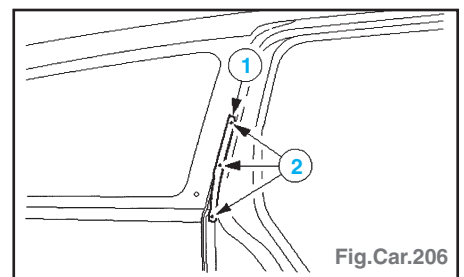

Fig.Car.206
- Tôle de support de bourrelet d'étanchéité : (Fig.Car.206) :
- ligne de coupe (1),
- fraiser les points de soudure (2).
- Souder en cordon continu sous gaz protecteur (1) et par bouchonnage (2) (Fig. Car.206).